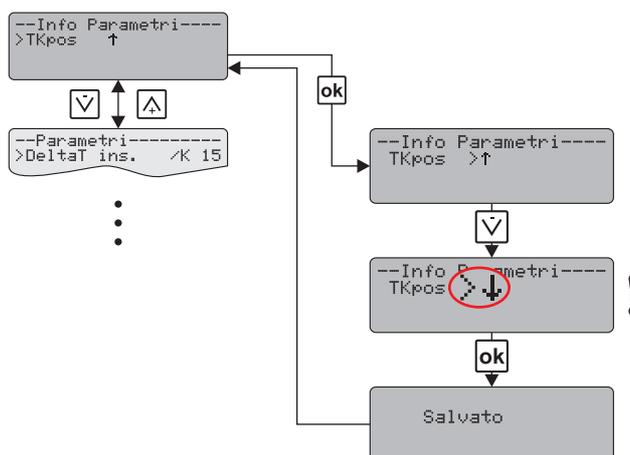

Fig. 6-8 Impostazione parametro "TKpos" con posizione di montaggio sonda del collettore "Sotto"
- Se la sonda del collettore per impianti drain-back è stata montata nella parte inferiore del collettore, conformemente alle istruzioni di montaggio, il parametro "TKpos" deve assolutamente essere impostato su "↓" (v. fig. 6-8).